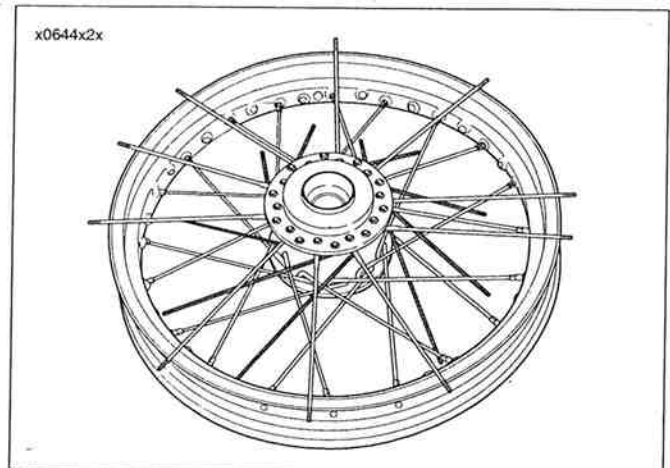

Figura 2-53. Ajuste de los rayos interiores del reborde superior
13. Vea la Figura 2-53. Apunte todos los rayos interiores del reborde superior (cabeza larga) hacia la derecha, uno a la vez, dejando que los rayos exteriores (cabeza corta) descansen sobre el aro.